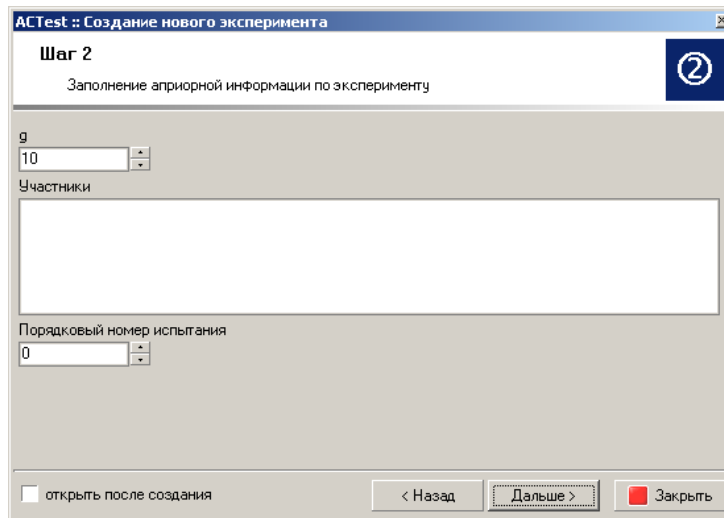

Рисунок 15
1.3. Заполнить поля априорной информации (если они есть) и нажать кнопку "Далее" (см. Рисунок 15).